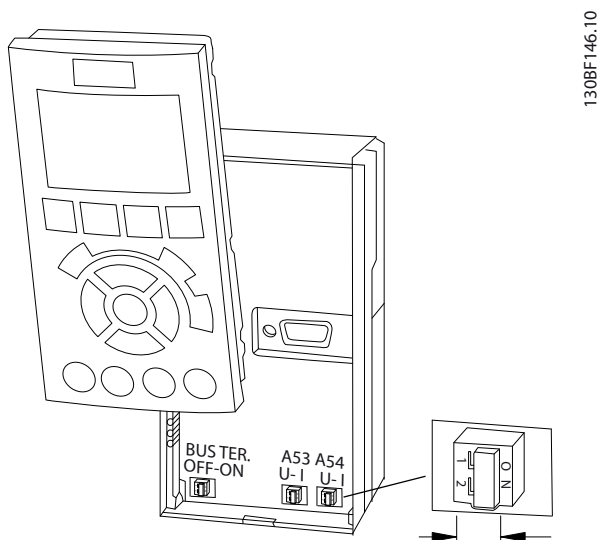

图 5.16 端子 53 和 54 的开关位置
- 控制卡上提供了一个用于总线端接阻抗的开关 (BUS TER.)。请参阅图 5.16。